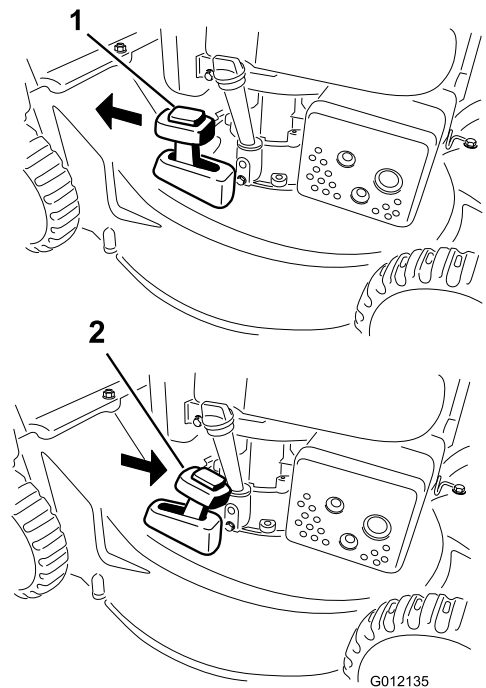

Figura 16
2. Premete il pulsante sulla parte superiore della leva di riciclaggio/raccolta e spostate la leva nella posizione di **riciclaggio** (solo per il modello 20836) (Figura 16).
2. Per raccogliere lo sfalcio, montate il cesto di raccolta (vedere Montaggio del cesto di raccolta). Premete il pulsante sulla parte superiore della leva di riciclaggio/raccolta e spostate la leva nella posizione di **raccolta** (solo per il modello 20836) (Figura 16).
Nota: La leva di riciclaggio/raccolta deve essere in posizione di **raccolta** (Figura 16).